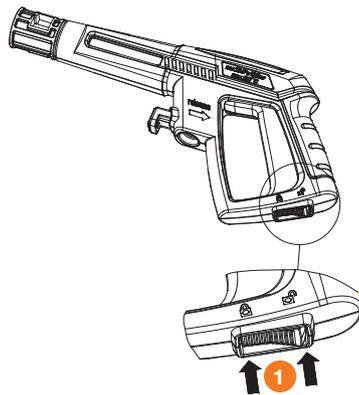

Рис. 17
3. Снимите предохранитель на пистолете **1** **DAW 400 / 450 / 500 / 550 / 625 / 650 / 675** и нажмите на курок чтобы выпустить воздух и проверить стабильность потока воды. После того как воздух выйдет из пистолета и поток нормализуется, отпустите курок (Рис. 17).